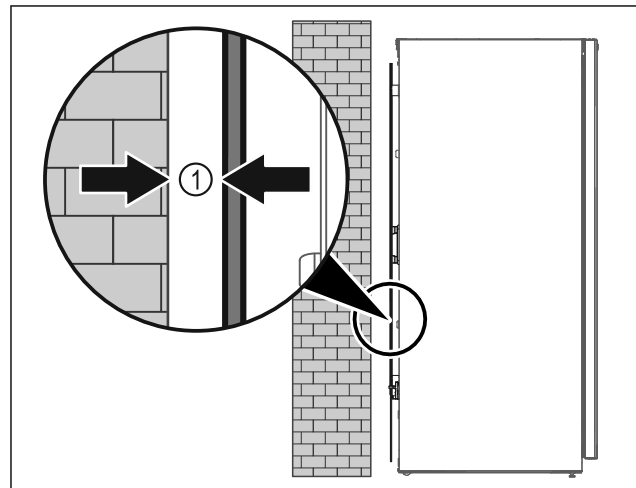

Fig. 10
- ▶ Placer l'appareil soit librement dans la pièce, soit directement contre un mur en respectant une distance minimale de 5 mm Fig. 10 (1).